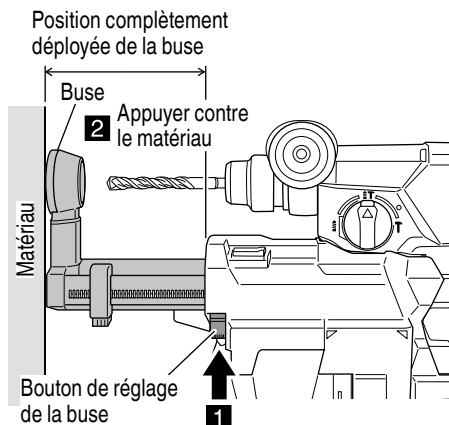

Fig. 5
- (1) Appuyer sur le bouton de réglage de la position de la buse et s'assurer que la buse est complètement déployée. (Fig. 5)
- (2) Tout en maintenant l'outil de telle manière à ce que le commutateur ne soit pas enfoncé, placer la buse contre le matériau à percer. (Fig. 5)